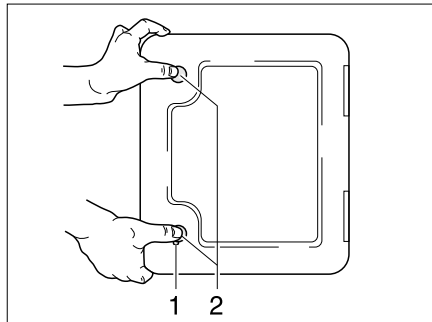

Fig. 146 Portillon pour cassette Thetford
Le portillon pour la cassette Thetford (Fig. 146) se trouve à l'extérieur du véhicule.
- Insérer la clé dans le barillet du verrou à pression (Fig. 146,1) et la tourner d'un quart de tour dans le sens des aiguilles d'une montre.
- Appuyer du pouce et simultanément sur les deux verrous de pression (Fig. 146,2) et ouvrir le portillon pour la cassette Thetford.